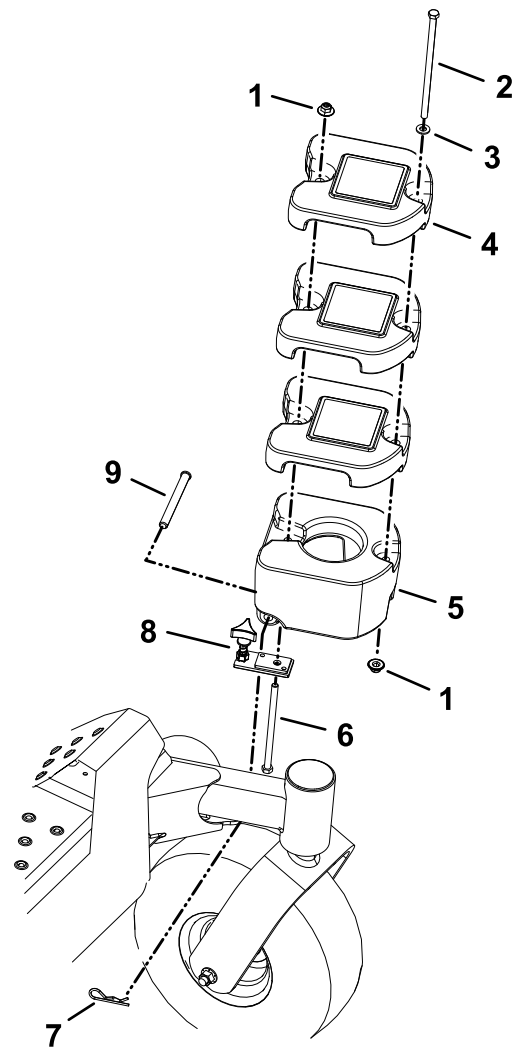

Figura 6
1. Introduzca el perno ($\frac{3}{8}$ " x $6\frac{1}{2}$ ") por el taladro del lado inferior del soporte y por la parte trasera del peso extraíble de 20.4 kg (45 libras) (Figura 6).
2. Sujete la parte inferior del soporte al brazo de la rueda giratoria con un pasador y una chaveta (Figura 6).
3. Apriete el pomo del conjunto de pesos hasta que quede firmemente apretado contra el brazo de la rueda giratoria (Figura 6).
4. Instale 3 pesos para ruedas giratorias (9.1 kg/20 libras) sobre el perno del conjunto de pesos y sujételos firmemente sobre el peso de 20.4 kg (45 libras) (Figura 6).
5. Sujete la parte trasera del conjunto de pesos con una contratuerca ($\frac{3}{8}$ "), como se muestra en la Figura 6.
6. Instale el perno ($\frac{3}{8}$ " x 8") y la arandela por la parte superior de los taladros delanteros del conjunto de pesos y sujételo usando una contratuerca ($\frac{3}{8}$ "), como se muestra en la Figura 6.